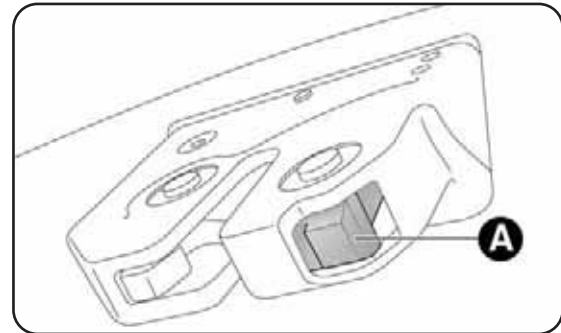

fig. 60
- presione la palanca A-fig. 60.